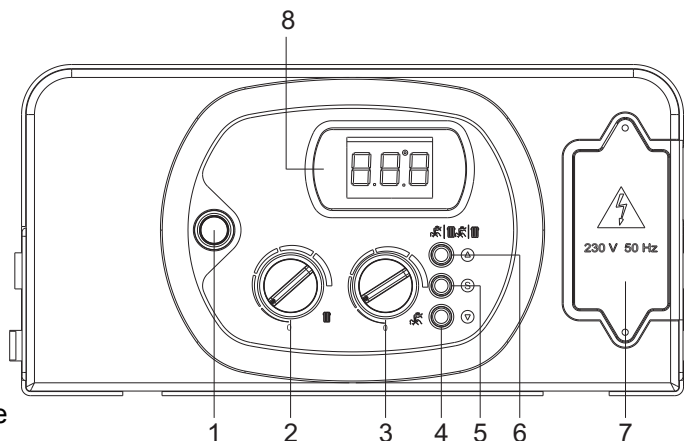

Abb. 1
- den Hauptschalter 1 (Abb. 1) auf Position "ON" hineindrücken;
- mit dem Knopf 6 (Abb. 1) durch Drücken die Betriebsart SOMMER oder WINTER wählen
- das Symbol der Betriebsart wird am Display 8 (Abb. 1) angezeigt.
- bei fehlerhafter Flammenbildung wiederholt das Gerät 3 x den Zündvorgang, bevor eine Störabschaltung mit der Fehlermeldung "E 01" (Zündfehler) erfolgt. Wenn dies der Fall ist, drücken Sie den Hauptschalter 1 (Abb. 1) auf Position "OFF"; ca. 5 Sekunden warten und dann den Hauptschalter 1 (Abb. 1) wieder auf Position "ON" hineindrücken. Mehr Informationen dazu im Kapitel "STÖRUNGSMELDUNGEN und STÖRUNGSBEHEBUNG" (Seite 29).